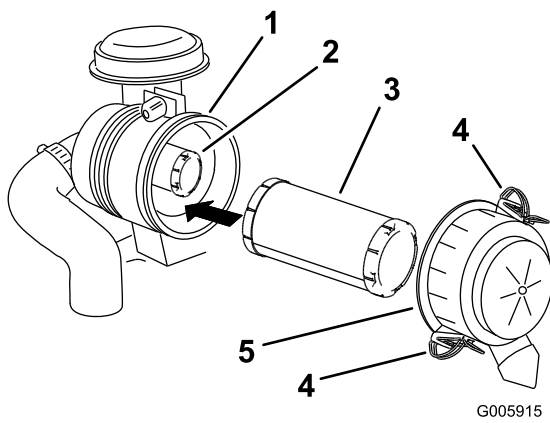

Figure 45
- Ouvrez les dispositifs de verrouillage du filtre à air et séparez le couvercle du corps du filtre (Figure 45).
- Sortez l'élément principal du corps du filtre avec précaution (Figure 45).
5. Fixez le couvercle avec les verrous (Figure 45).
2. Si vous remplacez l'élément intérieur, insérez-le avec précaution dans le corps du filtre (Figure 45).
3. Placez ensuite l'élément principal sur l'élément intérieur avec le même soin (Figure 45).